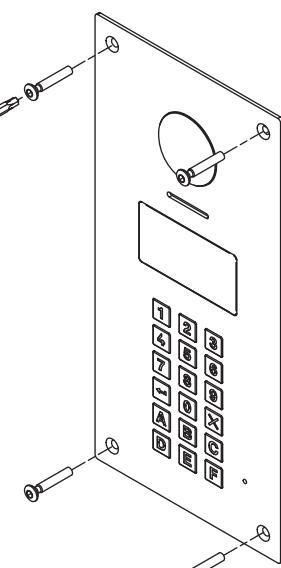

Fig. 5
- Fissare la placca alla scatola da incasso utilizzando il giravite (punta torx) e le viti torx fornite a corredo (**Fig. 5**).